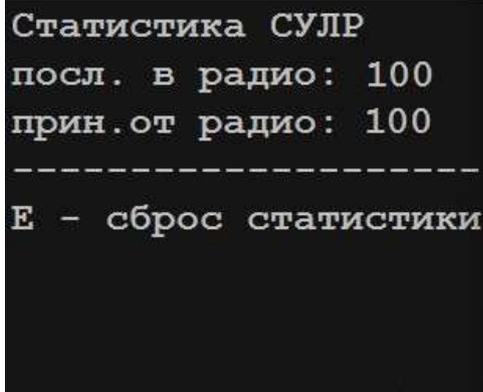

Рисунок 19 - Статистика дополнительного канала связи
5.6 Проверить счетчик принятых и переданных сообщений по дополнительному каналу связи. Для этого открыть меню : «i» «Меню ведущего» → «1» «Настройка» → «2» «Диагностика» → «4» «Диагностика связи» → «1» «Стат доп. канала» (рисунок 19).